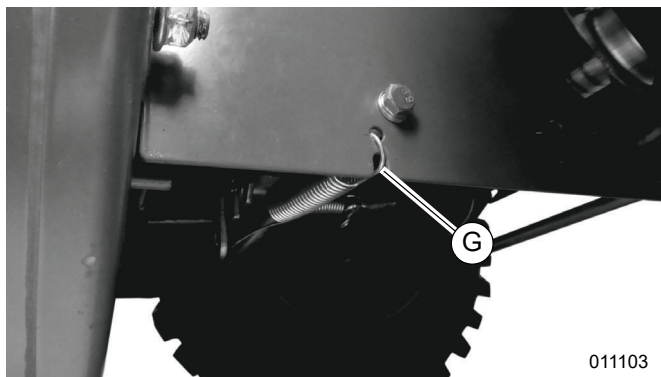

Figura 4-8. Retiro del resorte del freno
4. Consulte la **Figura 4-8**. Retire el resorte del freno (G) del bastidor, de modo que la pastilla de freno salga de la polea de la barrena y deje espacio para sacar la correa.